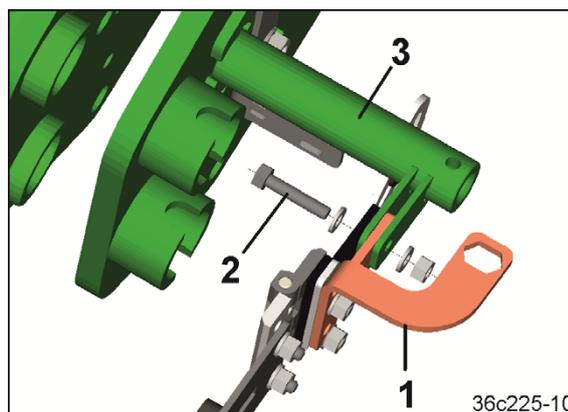

Fig. 98
6. Atornillar el brazo (Fig. 98/1) con un tornillo de hexágono interior (Fig. 98/2) al soporte (Fig. 98/3).